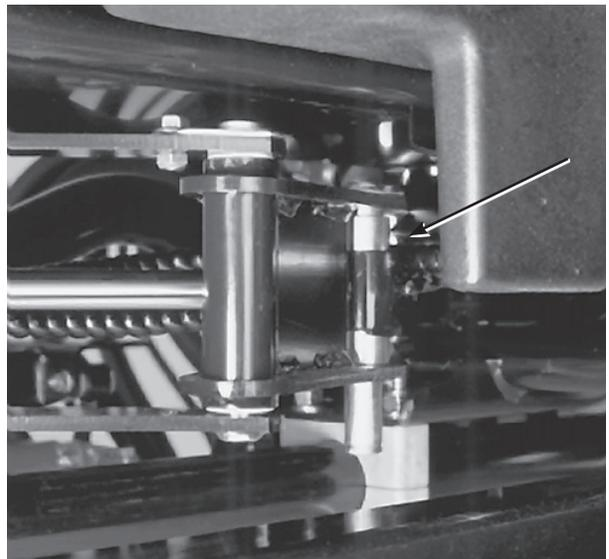

図 25
- サイドワインダーのシリンダの両端 (2か所) (図25)